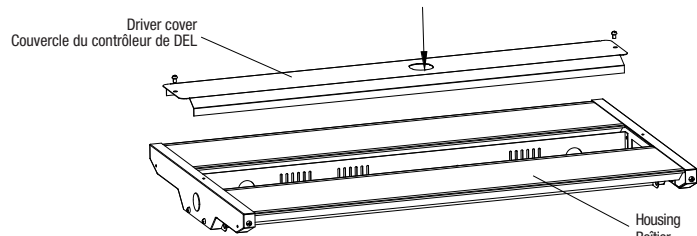

Fig. 2
2. Remove knock-out from driver cover (Fig. 2).
2. Percer l'entrée défonçable du couvercle du contrôleur de DEL (Fig. 2).